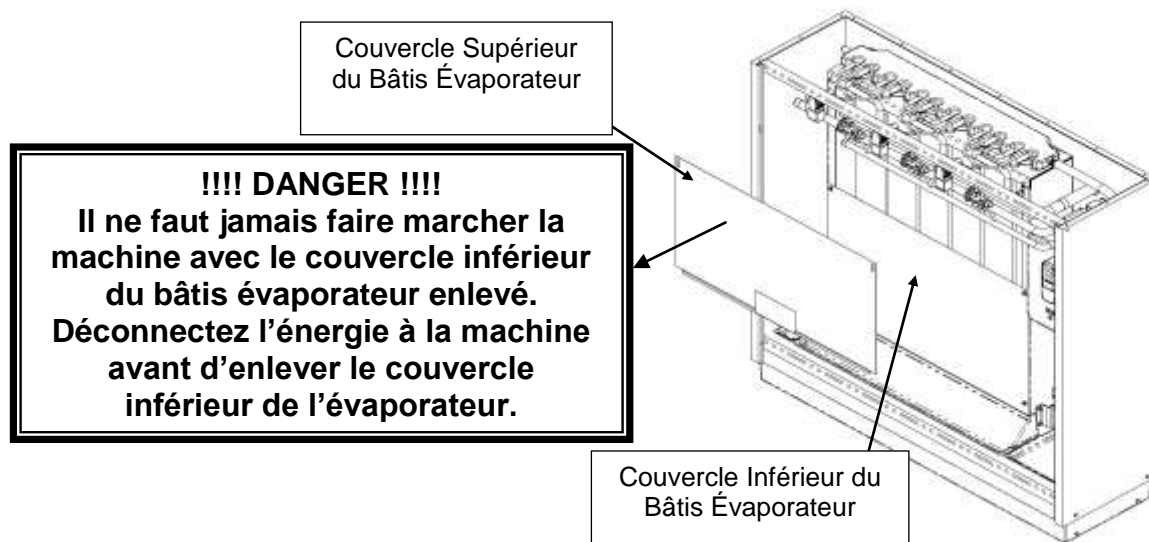

FIGURE 4-1
1. Vérifiez que tout l'emballage a été enlevé de l'ensemble de basse pression. Pour ce faire, il faut enlever les couvercles supérieur et inférieur de l'évaporateur. Enlevez le couvercle supérieur d'abord, ensuite le couvercle inférieur. (Voir la Figure 4-1)